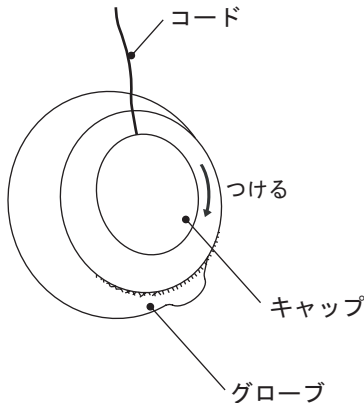

図 11
③ 銅線を緩やかに曲げ、ランプをグローブのランプ挿入口にセットしてください。その際、ランプはグローブの中に完全に投入せず、挿入口から数mm程度出しておいてください。(図11参照)